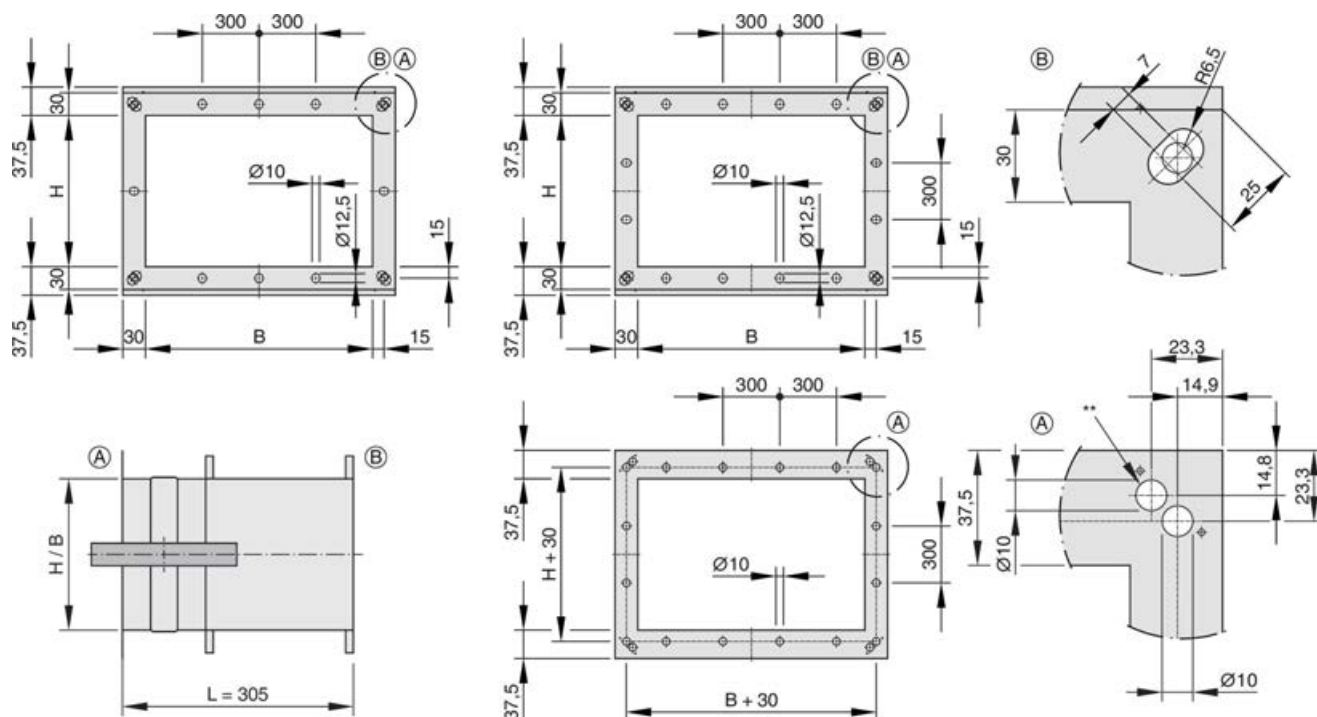

Fig. 3 : Perçage des brides L = 305 mm – nombres impair et pair de trous
- (A) Côté installation
- (B) Côté commande
- Dimensions de la bride pour L = 305 mm, voir Fig. 3 .
- Dimensions de la bride pour L = 305 mm, voir Fig. 3.